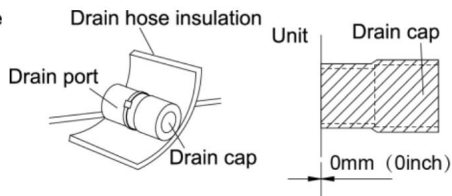

Рис. 4.26
- (9). Обов'язково ізолюйте місце підключення зливного отвору та зливного шланга (мал. 4.25).
- (10). Невикористаний дренажний отвір також слід належним чином ізолювати (рис. 4.26).